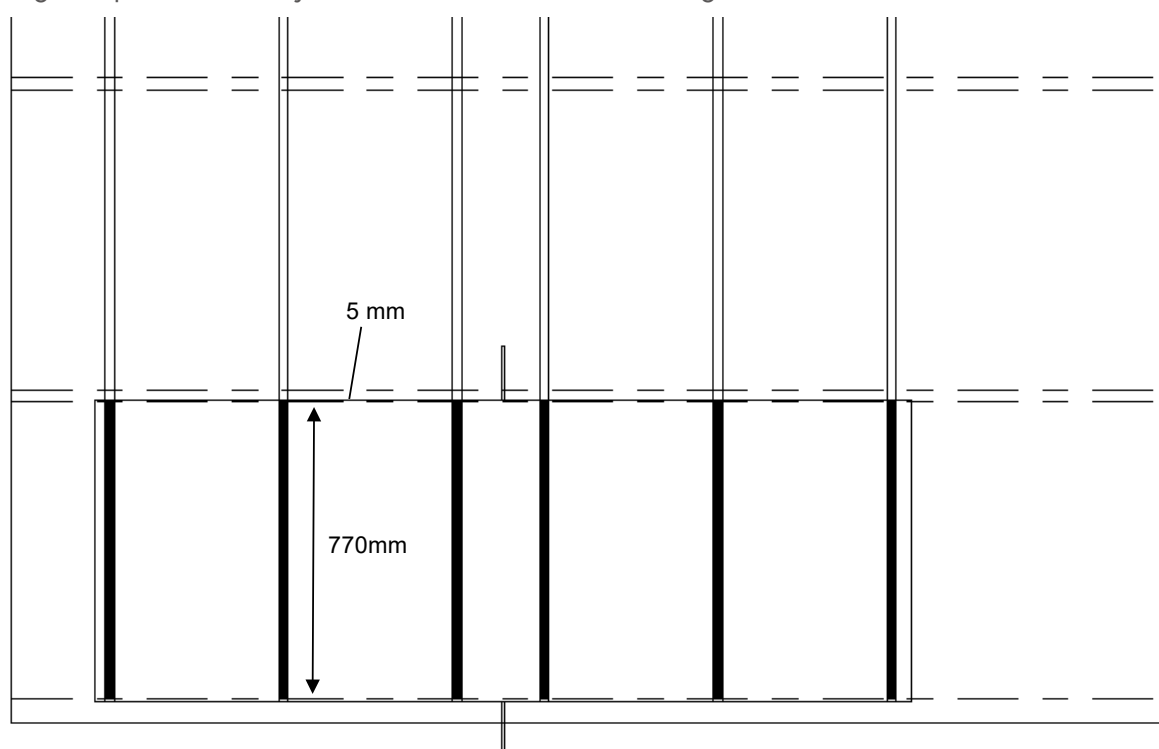

Figura 12
- ④ O comprimento do tubo de suporte é de 2390 mm, que é igual ao comprimento do adesivo aplicado na parte inferior. O comprimento do adesivo estrutural entre o tubo de suporte e o produto superior é de 770 mm, e as duas extremidades são recuadas 5 mm a partir do lado longo do produto Galaxy Plus (conforme mostrado na Figura 12).